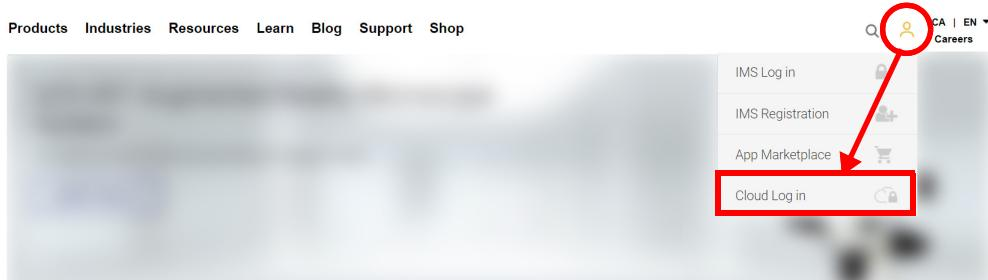

Figura 9-5 Login da nuvem
- Se precisar criar uma nova conta no OSC, vá para www.olympus-ims.com e clique em **Cloud Log in** (login da nuvem) para criar sua conta (consulte Figura 9-5 na página 241).